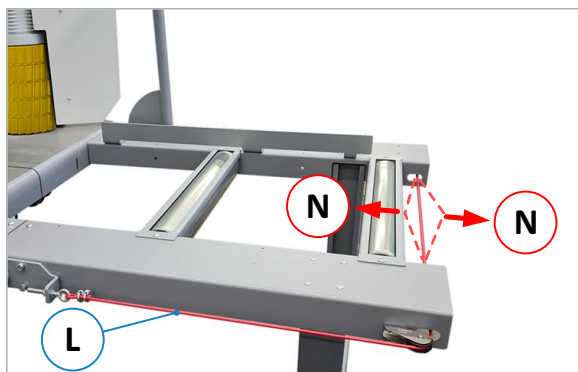

Abbildung 38: Not-Halt-Reißleine betätigen
- Sobald die Reißleine (L) nach vorne gezogen oder mit dem Körper nach hinten gedrückt wird, löst der Reißleinschalter (S) aus und die Maschine wird in den Not-Halt-Zustand (N) versetzt (⇒ Abbildung 38).
- Ein Not-Halt-Zustand (N) entsteht ebenfalls bei Verlust der Seilspannung oder bei einem Seilbruch.